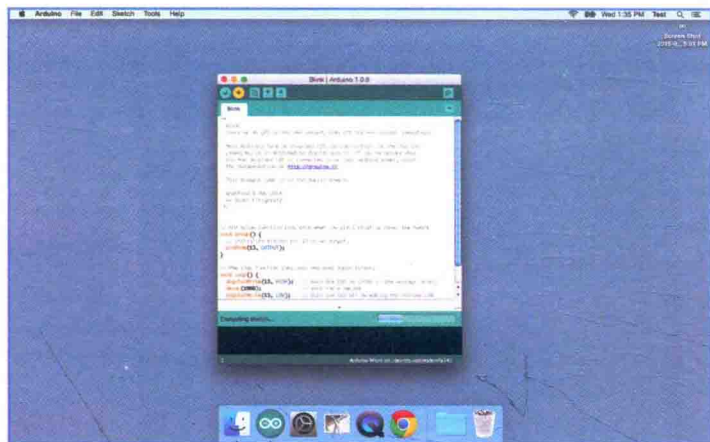

图 5.10 将素描上传到 Arduino 上
6. 单击 Upload 按钮，将素描发送到 Arduino 板上，如图 5.10 所示，这就成了！Arduino 现在已经编程，并且在开启电源时自动启动素描，你已经为制作火箭做好了准备！